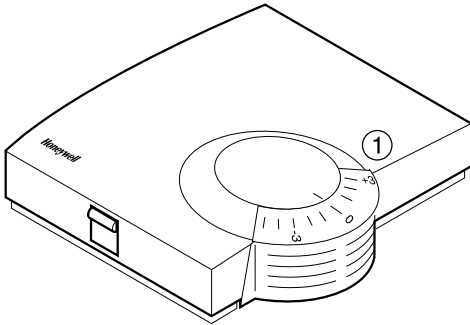

Figur 4: Sæt kabinettet på
- ▶ Sæt kabinettet på foroven, og bring det i indgreb forned (se Figur 4).